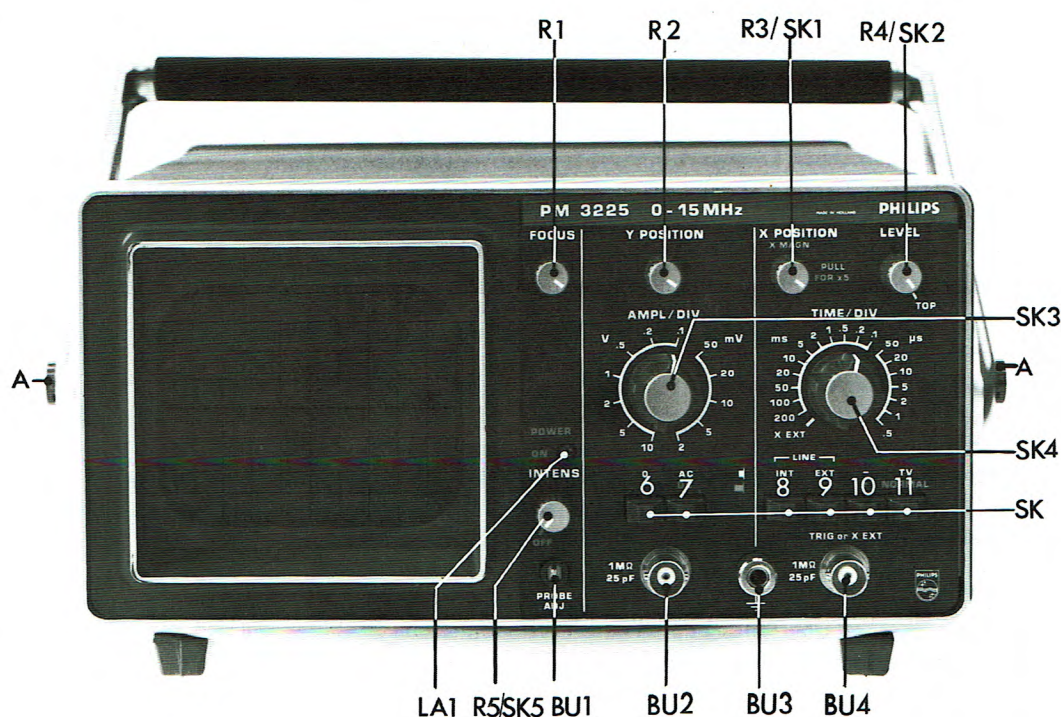

Abb. 2.2. Frontansicht mit Angabe der Bedienungsorgane
Das Gerät kann in horizontaler Lage, in vertikaler Lage, oder mit Hilfe des heruntergeklappten Tragbügels in verschiedenen gekippten Lagen aufgestellt und betrieben werden. Um den Tragbügel frei zu setzen, beide Schwenknöpfe A (siehe Abb. 2.2) drücken.
2.1.6 Bedienungsorgane und Buchsen (Abb. 2.2)
- Messkabel an Buchse BU2 anschliessen und die Messkopfspitze an Buchse BU1 legen (siehe Abb. 2.2).
- Die Kompensationsdose mit BU2 verbinden und die Messkopfspitze an BU1 legen (siehe Abb. 2.2).